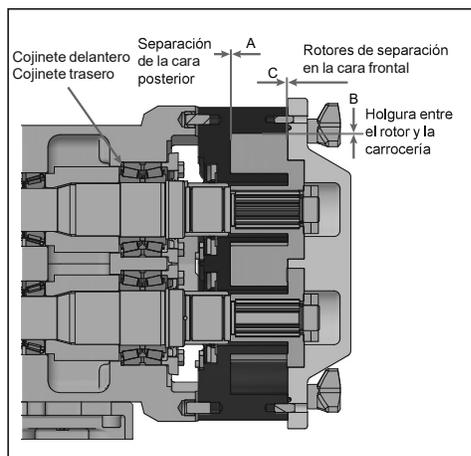

Ilustración 95 - Medidas de Holgura
2. Con las galgas de espesores, mida la holgura de la cara posterior del rotor (Ilustración 95, elemento A), a través del puerto o desde el frente.
3. Mida el despeje de la cara frontal del rotor (Ilustración 95, elemento C).
4. Mida el despeje desde el rotor hasta el cuerpo (Ilustración 95, elemento B).